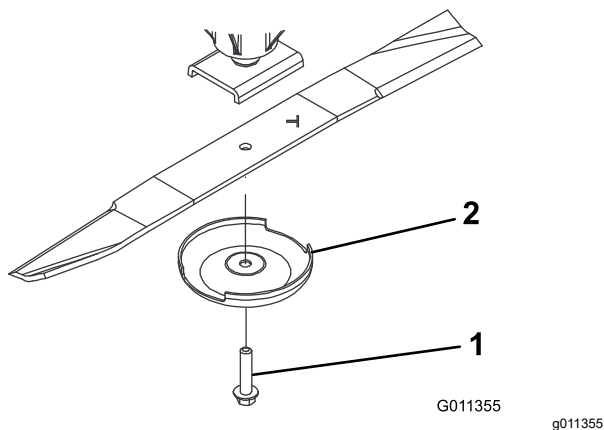

Figura 97
3. Scoateți urubul lamei, cupa anti-scalp i lama de pe arborele axului (Figura 97).